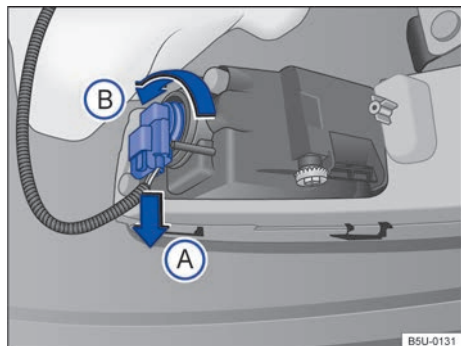

Fig. 167 Detrás del parachoques delantero: acceso a la lámpara incandescente del farol de neblina.
2. Desencajar el conector de alimentación de la lámpara → fig. 167 en el sentido de la flecha (A), presionar, al mismo tiempo, la traba de fijación del conector.
3. Girar el portalámparas → fig. 167, en el sentido antihorario de la flecha (B), y desencajarlo del alojamiento.